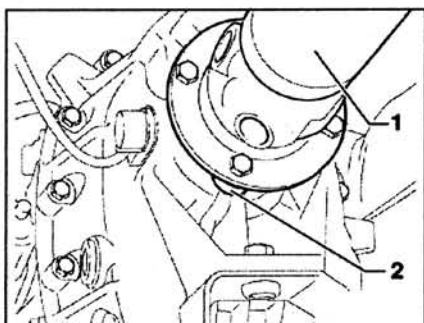

Рис. 4.77. Открутите болты крепления карданного вала 1 к фланцу 2.
2. Пометьте положение карданного вала относительно фланца (с обеих сторон). Открутите болты крепления карданного вала 1 к фланцу 2 (рис. 4.77).